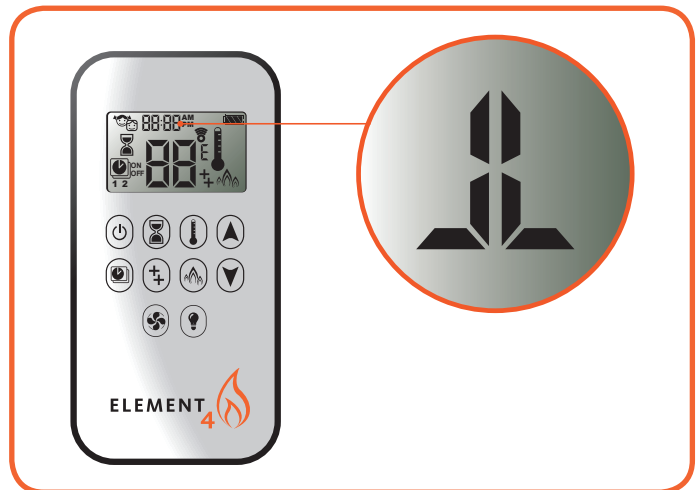
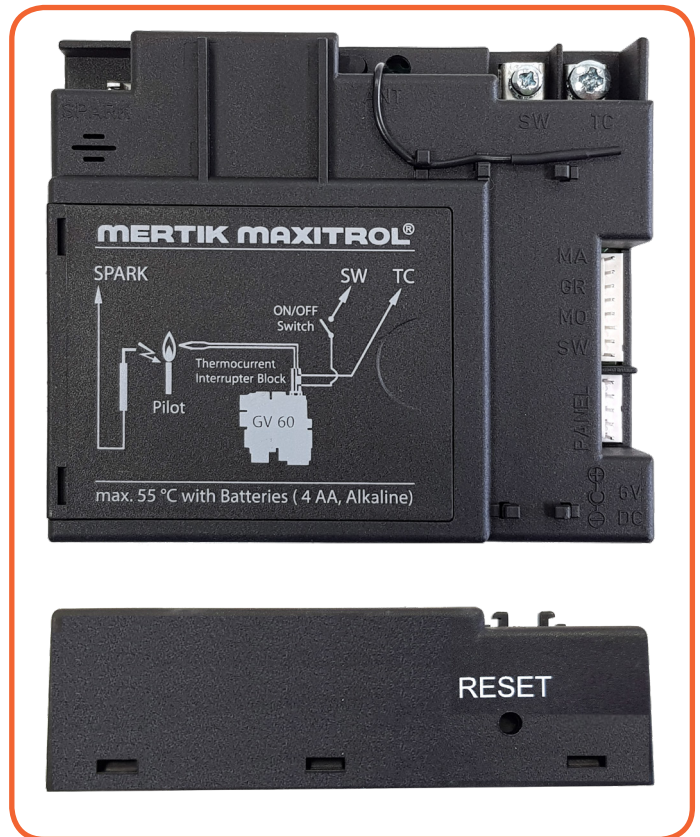
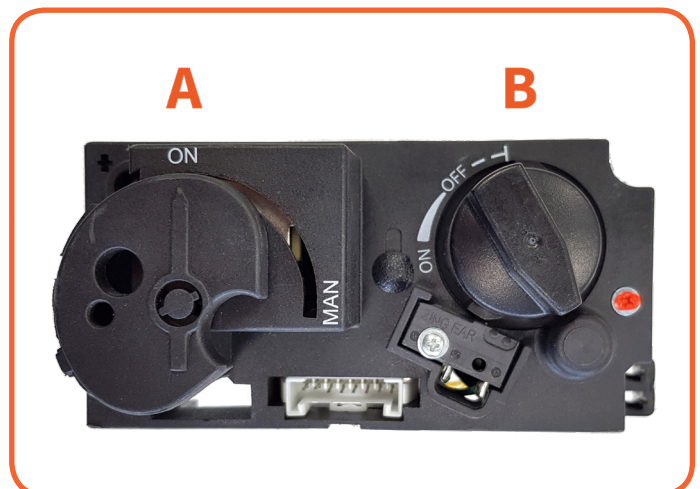

Abbildung 4.1: Symbol Fernsteuerung und Zündung
Abb. 4.2: Empfangsgerät (Drauf- und Seitenansicht)
Abbildung. 4.3: Zündung Hauptbrenner
Das Gerät wird mit einer Fernbedienung oder die Element4 Puck bedient (**Abb. 4.1**). Dabei wird ein Empfangsgerät im Steuerkasten (**Abb. 4.2**) betätigt.
- Drücken Sie den Reset-Knopf auf dem Empfangsgerät, bis Sie zwei Signaltöne hören. Nach dem zweiten, längeren Signaltönen lassen Sie den Reset-Knopf los. **Abb. 4.2**.
Vergewissern Sie sich, dass der Schaltknopf (A) auf ON steht. **Abb. 4.3**. Drücken Sie den An-/Aus-Knopf Ihrer Fernbedienung und halten Sie ihn 3-5 Sekunden lang gedrückt, bis Sie zwei kurze Signaltöne hören. Oben auf dem Display erscheint das Zündsymbol (**Abb. 4.1**). Lassen Sie den Knopf nun los. Der Zündvorgang wurde gestartet.
Nachdem die Zündflamme gezündet wurde, dreht sich Knopf B automatisch gegen den Uhrzeigersinn und der Hauptbrenner wird gezündet. **Abb. 4.3**. Warten Sie nach jedem Löschen der Zündflamme stets 5 Minuten, ehe Sie die Zündflamme erneut zünden.